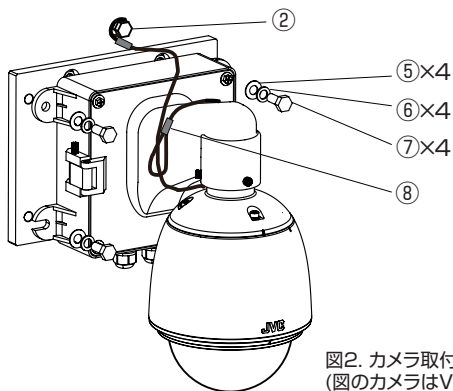

図2. カメラ取付図
本機のカメラ取付用穴に⑤・⑥・⑦を使用して、カメラを取り付ける。その後、⑧を壁面取付ブラケットのアーム部に巻き付け、②を利用して壁面に取付ける。(図2)